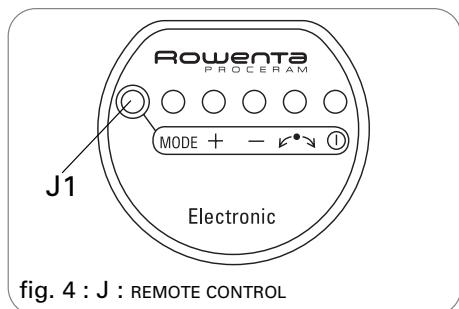

fig. 4 : J1 : REMOTE CONTROL
- J. Fernbedienung (Abb. 4)
- J. Remote control (Fig. 4)
- J. Télécommande (Fig.4)
- J. Mando a distancia (Fig.4)
- J. Telecomando (Fig.4)